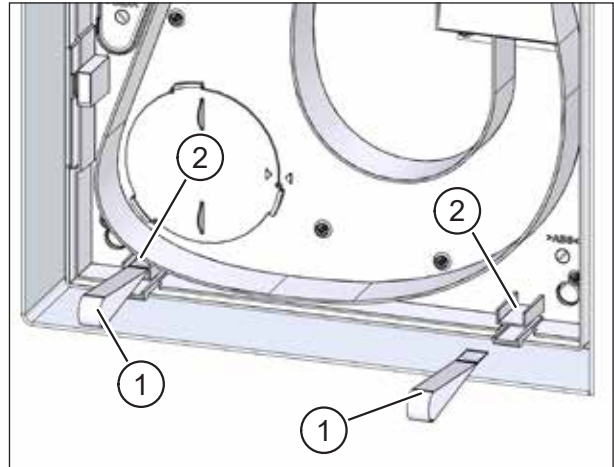

Abb. 50: Gerätedeckelauszugbänder ankleben
- ▶ Entnehmen Sie die beiden Gerätedeckelauszugbänder (Pos. 1 in Abb. 50) aus dem Adapter-Kit U².
- ▶ Kleben Sie die Bänder auf die Oberseiten der Gerätedeckelhalter (Pos. 2 in Abb. 50).
Achten Sie bei der wandintegrierten Montage U² darauf, dass die Gerätedeckelauszugbänder (Pos. 1 in Abb. 50 auf Seite 42) unterhalb des Gerätedeckels herausragen.